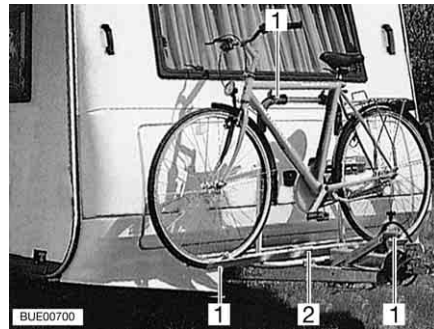

Bild 14 Fahrradträger am Bug
- Fahrräder auf den Fahrradträger (Bild 14,2) aufsetzen und mit Quick-Riemen (Bild 14,1) verzurren.